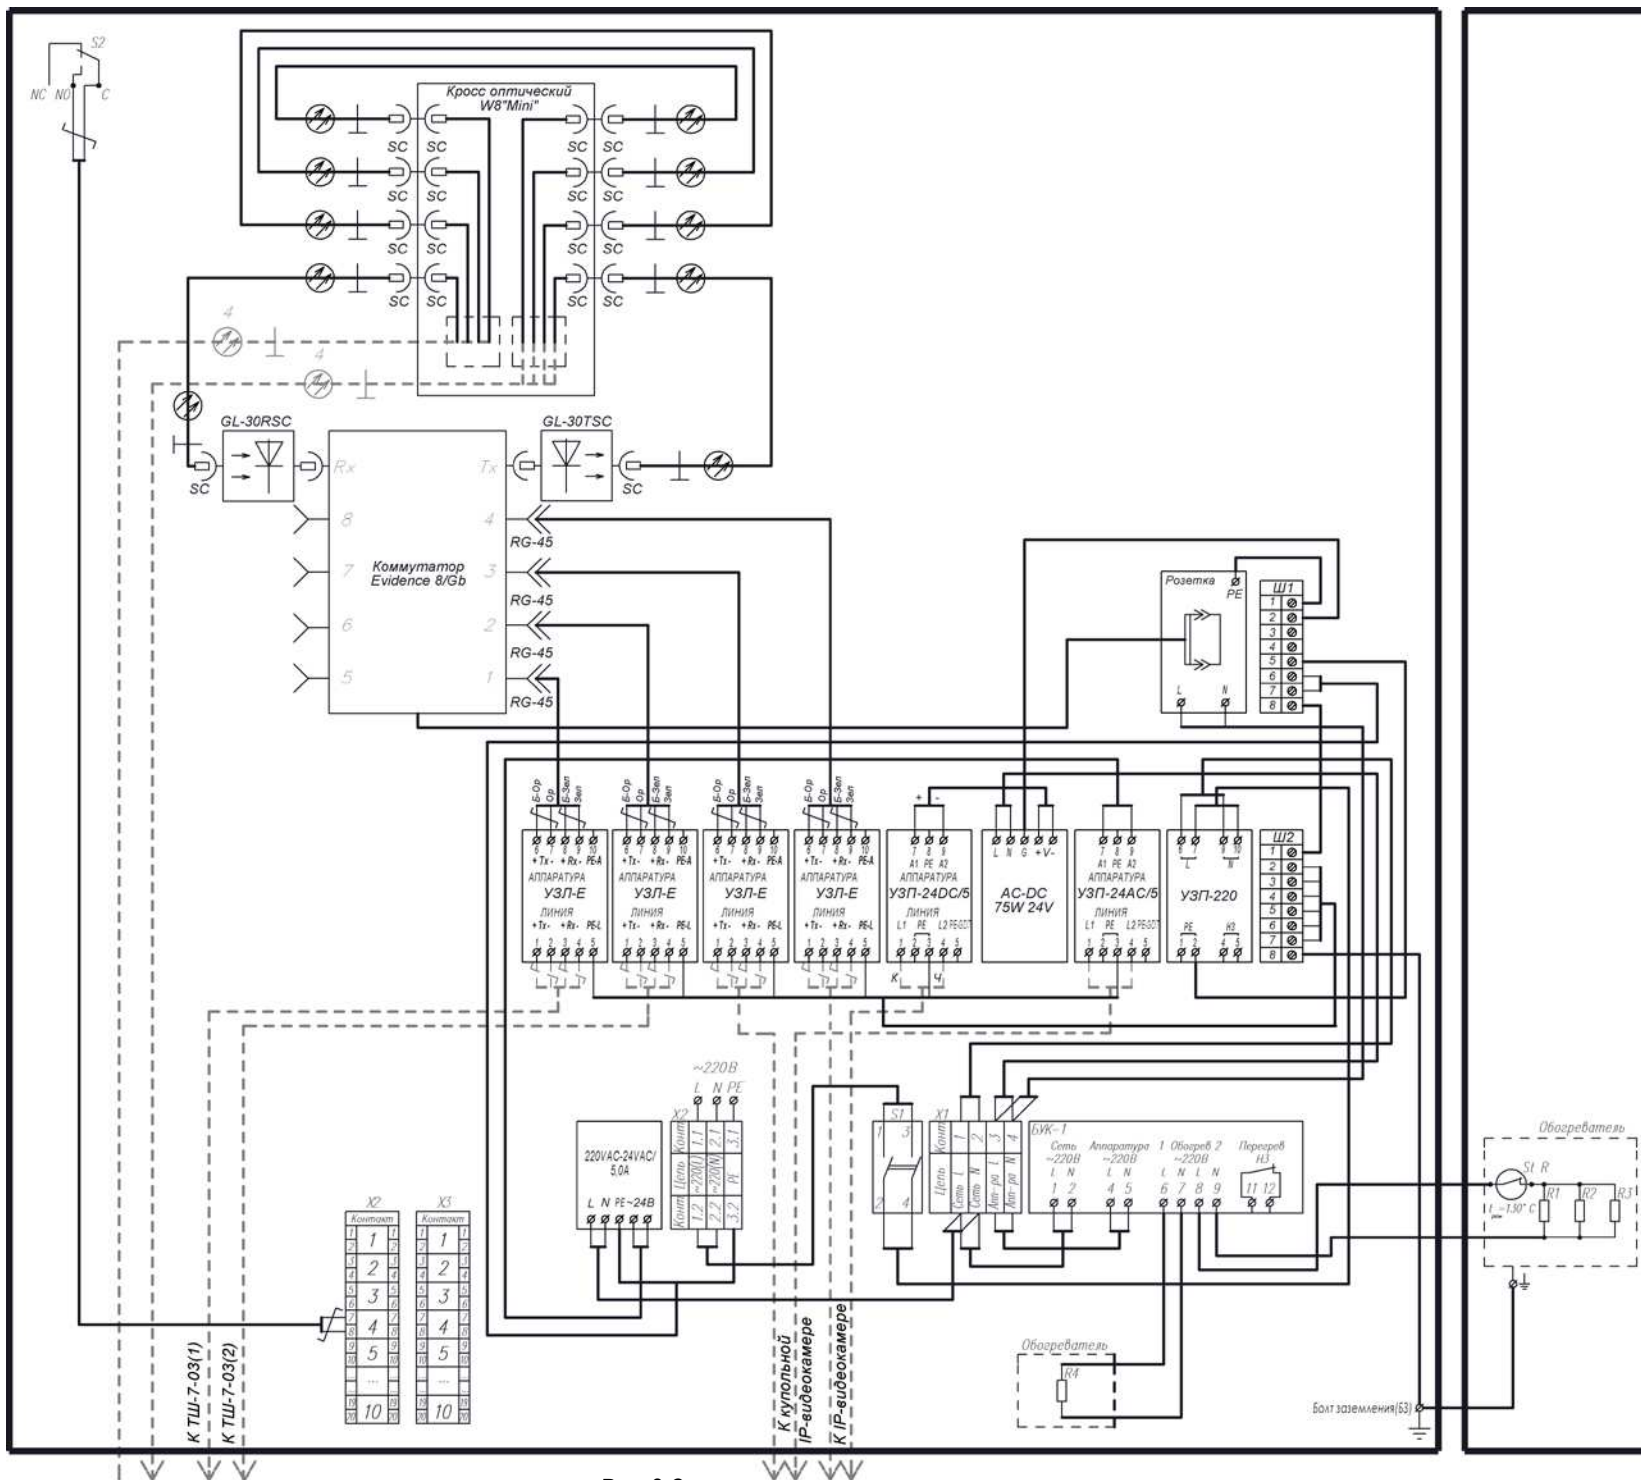

Рис. 2 Схема электрическая принципиальная
Подключение цепей изделия производится в соответствии со схемой электрической принципиальной (рис.2). Для подключения необходимо:
2. Подключить видеокамеры к устройствам защиты УЗЛ-Е и УЗП-24 согласно схеме (рис.2).
3. Подключить линии ETHERNET от соседних шкафов к устройствам защиты УЗЛ-Е (рис.2);
Температура включения (отключения) обогревателей устанавливается переключателем «Вкл. обогрев», температура отключения (включения) питания аппаратуры устанавливается переключателем «Откл. аппаратуры» (рис.2). Производителем выставлены следующие значения: